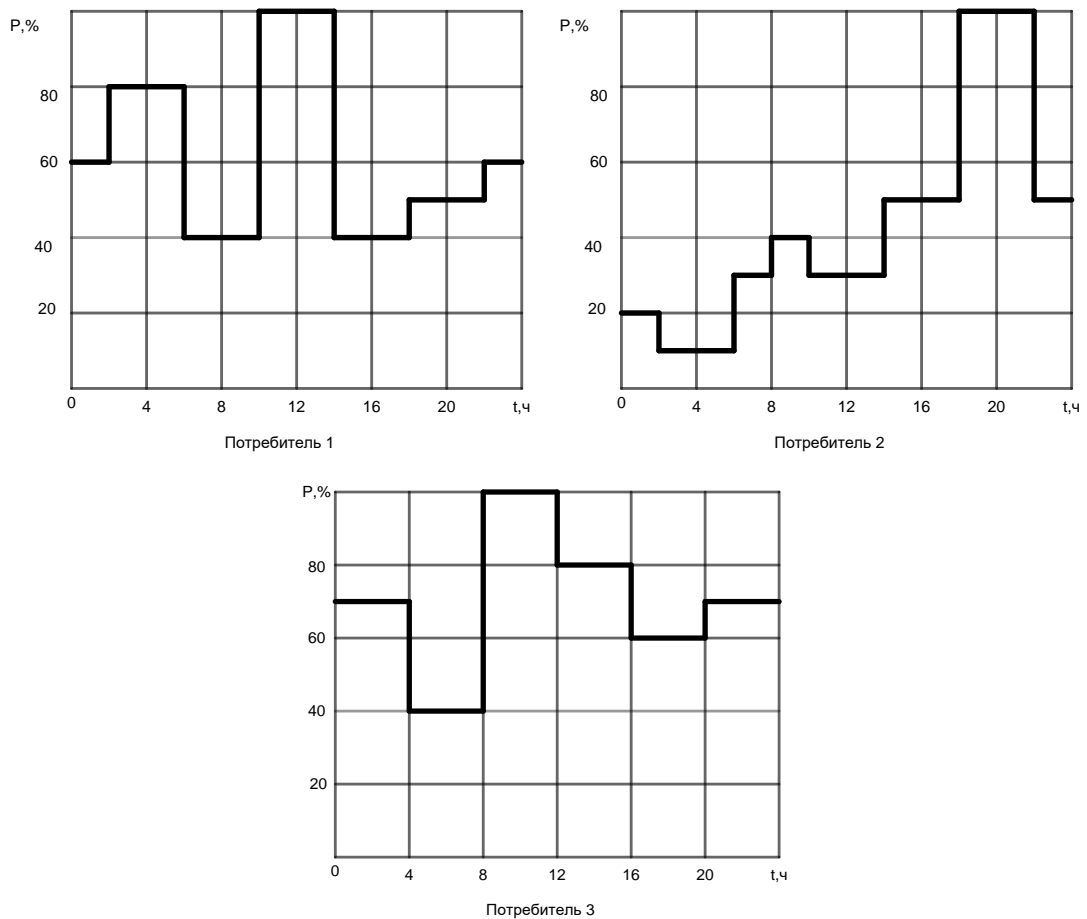

Рисунок 1 Типовые графики нагрузок потребителей
8. На основании типовых графиков нагрузок (рис. 1) и наибольших мощностей отдельных потребителей вычислить активные нагрузки для каждого часа суток и нагрузку суммарного потребления. Результаты вычислений свести в таблицу.